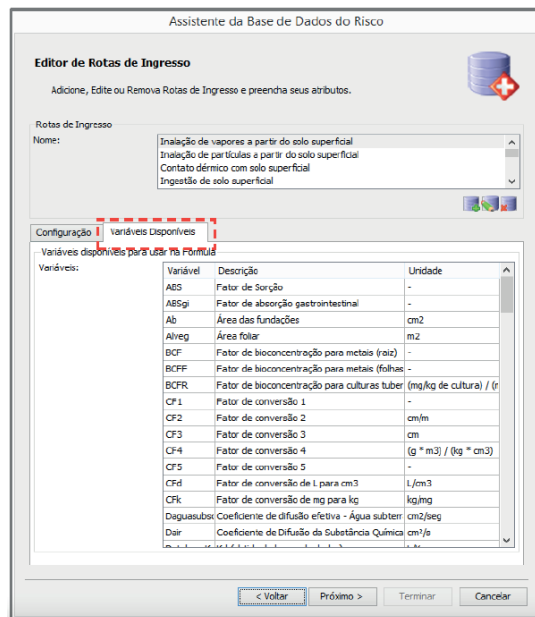

Figura 2.116 Aba Variáveis Disponíveis do Editor de Rotas de Ingresso.
As variáveis cadastradas (Editor de Variável Geral, Editor de Rotas de Ingresso e Substâncias Químicas – Banco de Dados) e que podem ser utilizadas nas fórmulas do *fator de exposição (FE)* e *taxa de dose potencial variável (TDPot,t)* estão disponíveis na aba *Variáveis Disponíveis* (Figura 2.116).